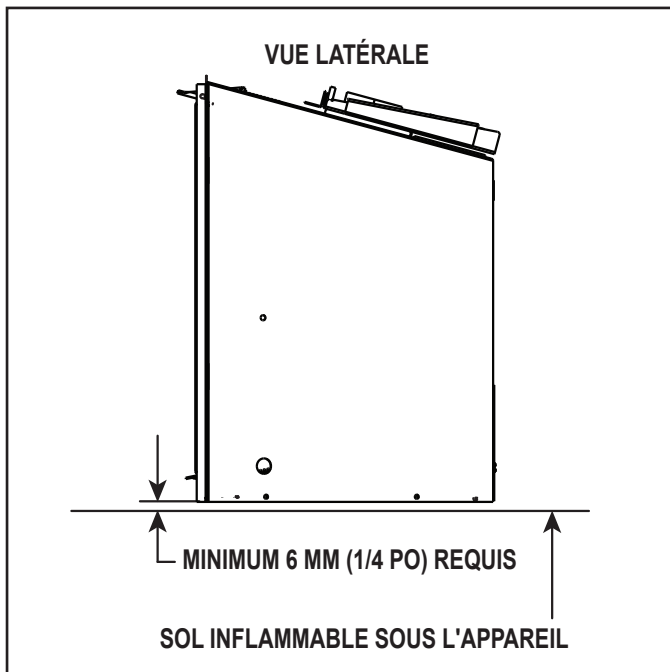

Figure 8.7 Dégagement par rapport au sol pour combustible solide
- Un espace minimal de 6,35 mm (1/4 po) entre le fond de l'appareil et le sol métallique de la boîte à feu pour combustible solide est **OBLIGATOIRE**. Voir la vue latérale à la figure 8.7.
- Un sol inflammable sous l'appareil est acceptable avec un espace de 6,35 mm (1/4 po). Voir la figure 8.7.